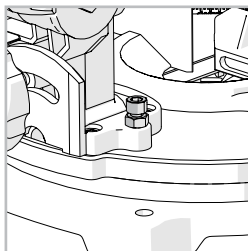

Fig. 11
- Utilisez une clé hexagonale pour visser ou dévisser la vis de réglage tel que nécessaire. (**Fig. 11**)